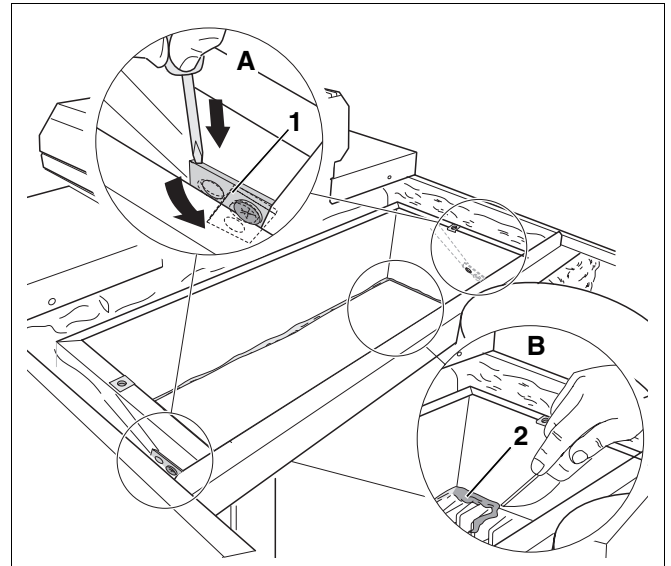

Abb. 5 Strömungssicherung vorbereiten (hier z. B. G334)
- Deckbleche der Strömungssicherung (Abb. 5, **Pos. 1**), wie in Abb. 5, **Lupe A** dargestellt, zur Seite schwenken, um die Bohrungen der Strömungssicherung freizulegen.
- Kitt der Strömungssicherung (Abb. 5, **Pos. 2**) links und rechts im Schwenkbereich der Klappe entfernen (Abb. 5, **Lupe B**).